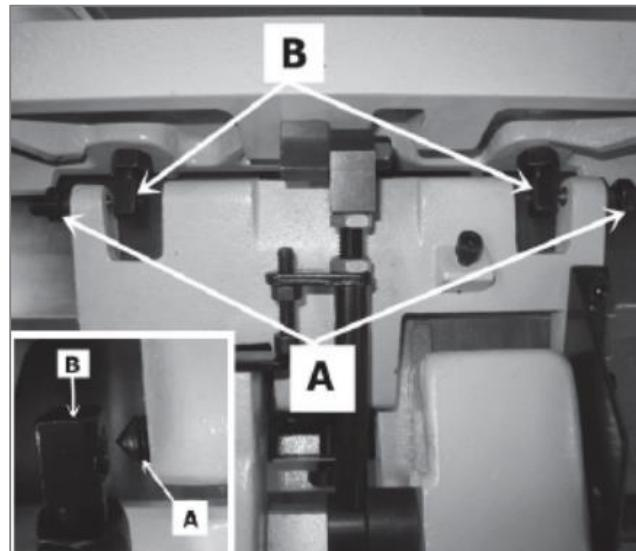

Рис. 10
4. Ослабить два винта с конусными концами, расположенные на суппорте параллельного упора, (**Рис. 10 А**), совместить с двумя гайками на параллельном упоре (**Рис. 10 В**).
5. Затянуть винты, регулируя гибкость параллельного упора его наклоном. После крепления параллельного упора и получения требуемой гибкости, затянуть гайку на винтах с конусным концом (**Рис. 10 С**).